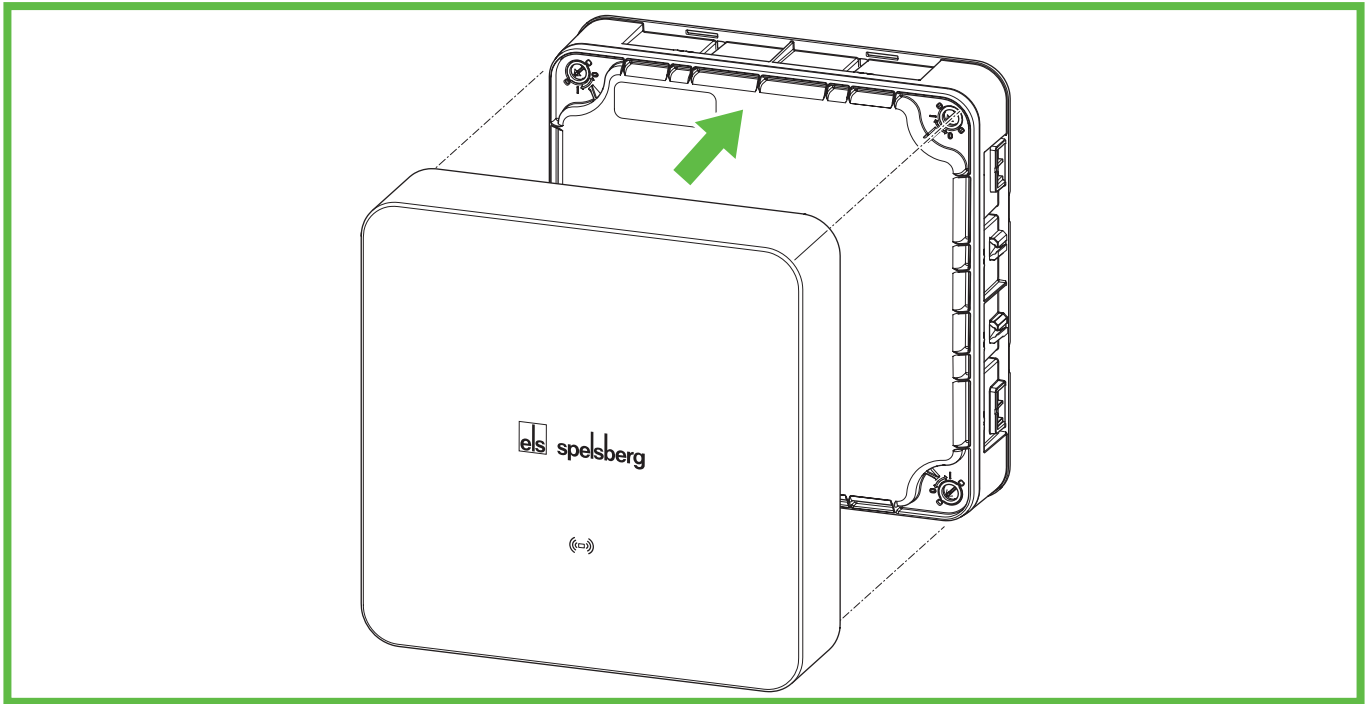

Abb. 16: Päällikannen asettaminen paikalleen
- ▶ Paina päällikansi kiinni latausasemaan. Spelsbergin logo tulee oikeinpäin (katso Abb. 16).